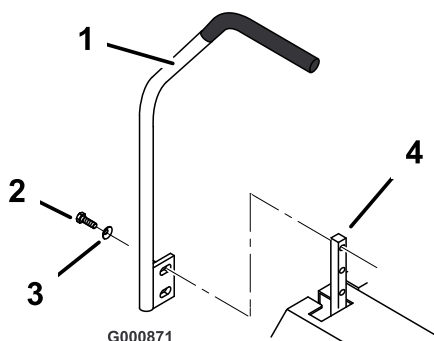

Figure 16
1. Enlevez les 2 vis et rondelles bombées qui fixent le levier de commande à l'arbre du bras de commande (Figure 16).
2. Placez le levier de commande dans les trous suivants. Fixez-le en position avec les 2 vis et rondelles bombées. La face concave de la rondelle doit être tournée vers l'arbre du bras de commande (Figure 16).